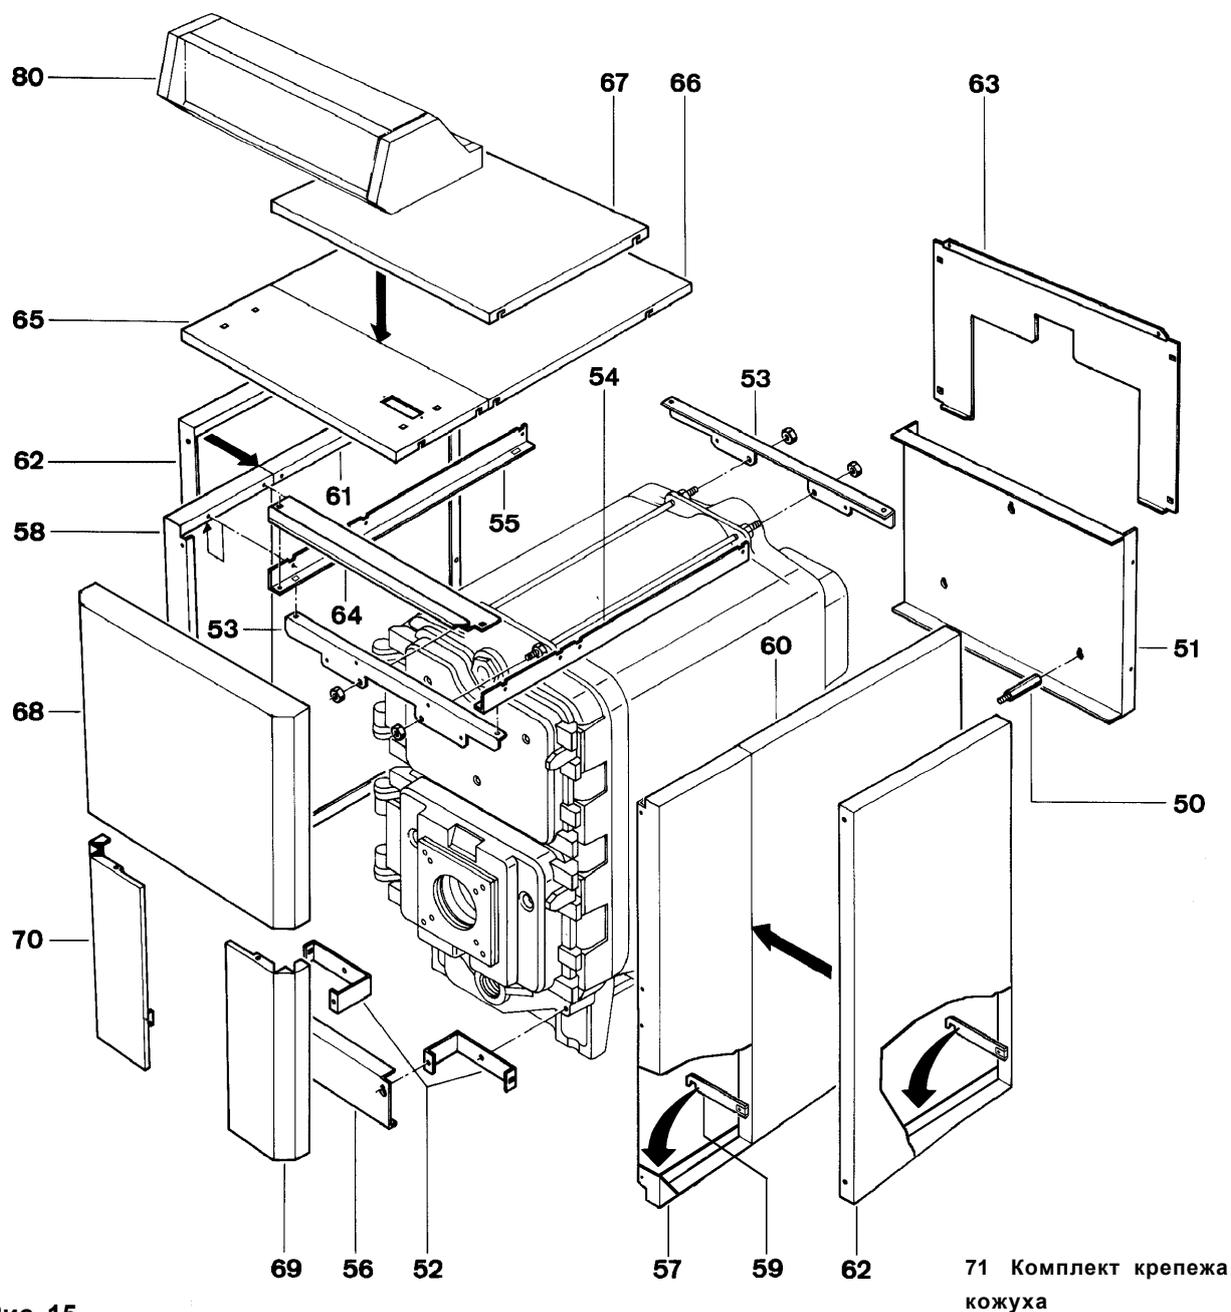

Рис. 15
Задняя перекладина (50) (см. рис. 15)	<ul style="list-style-type: none"> Привинтить шестиугольные перекладины к 3 выступам заднего элемента и установить на каждую перекладину винт TH M 5 x 10.